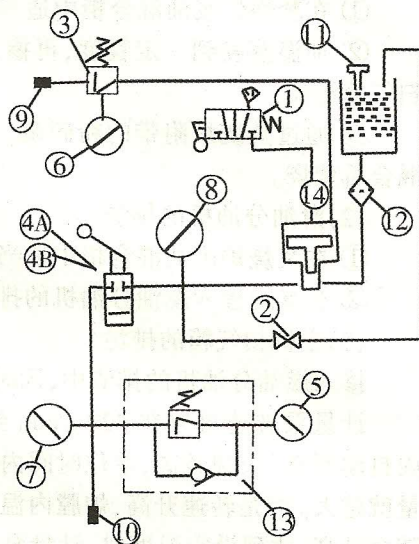
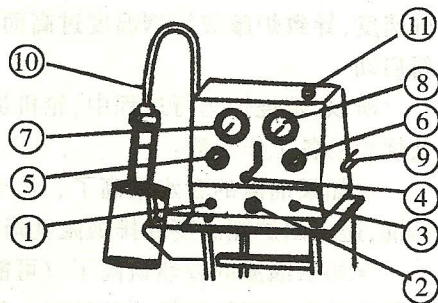

图 1 喷油试验后原理图
图 2 喷油器试验台外观
该型喷油器试验台,原理如图 1 所示,外观如图 2,依次是:气动液压泵全冲程阀①,压力泄放阀②,液压泵动力空气调节阀③,高压截止阀④,压力表⑤、⑥、⑦、⑧,动力空气进口接头⑨,液压油出口⑩,油箱加油口及滤器⑪,油箱出口滤器⑫,减压阀组⑬,气动液压泵⑭。其中,高压截止阀④,4A 位置关,4B 位置开;减压阀组⑬,调定值为  $2.5 \pm 0.5$  MPa,用以试验喷油嘴组件中滑阀的动作。